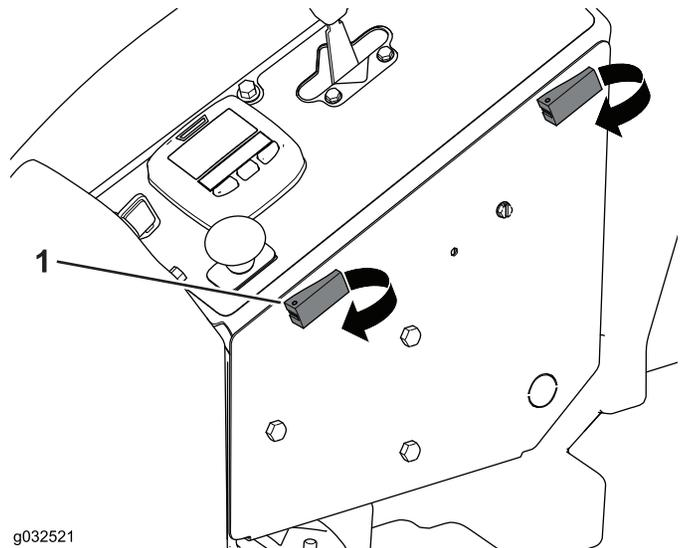

Figura 40
1. Azionate i fissaggi a espansione e aprite il vano dei comandi dell'operatore (Figura 40).